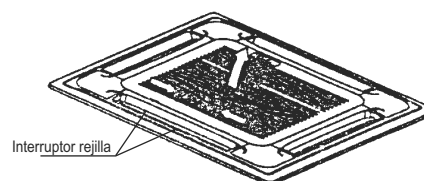

Fig. 21
(1) Quite la rejilla de entrada.
- Deslice dos interruptores hacia el medio al mismo tiempo y tire de ellas hacia arriba (vea Fig. 21)